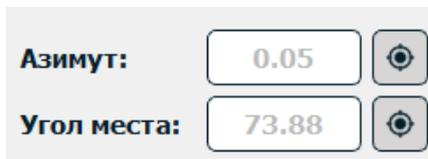

Рисунок 28 – Панель целеуказания
3.3.3.2.4.3 Панель целеуказания (рисунок 28)